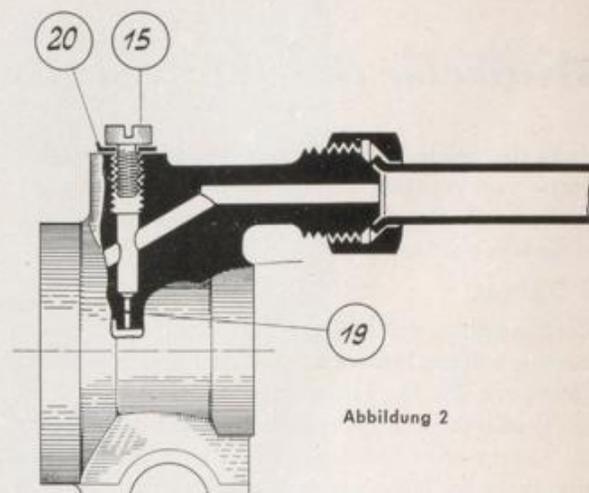

Abbildung 2
Hier trifft dasselbe zu, wie unter Membran-Ventil für Kocherbrenner beschrieben. Sollten beim Backofenbrenner die Flammen bei der Kleinstellung zu klein brennen oder sogar verlöschen, so ist die Kleinstellbohrung im Membran-Hahn zu reinigen. In diesem Falle ist die nach Abheben der Herdplatte sichtbare Schraube (15) am Backofenventil herauszudrehen, die Unterlagsscheibe (20) zu entfernen und die dadurch freiwerdende Bohrung (19) mit einem dünnen Kupferdraht zu reinigen. Beim Eindrehen der Verschlußschraube (15) ist die Dichtungsscheibe (20) mit unterzulegen. (Siehe Abbildung 2)